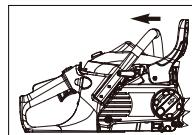

Fig. 3A
- Accertarsi che la leva del FRENO DELLA CATENA® sia posta all'indietro in posizione di SBLOCCATO. (Fig. 3A)